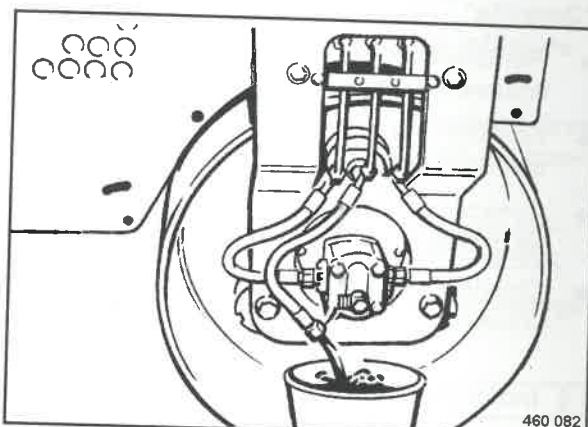

Fig. 133
- Svitare il tubo flessibile idraulico sul motore vibrazione e raccogliere l'olio esausto (Fig. 133).